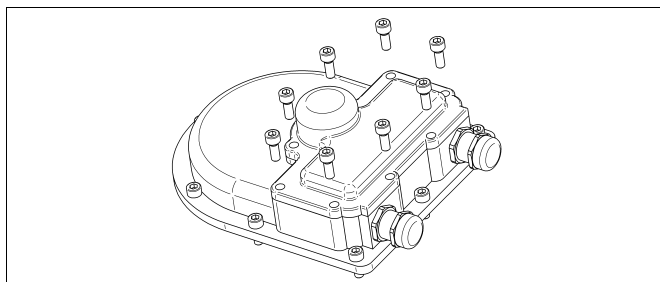

рис. 134
- Для электрического подключения контроля переключения демонтируйте крышку клеммной коробки (8 болтов с внутренним шестигранником (M6 x16, SW5), рис. 134).